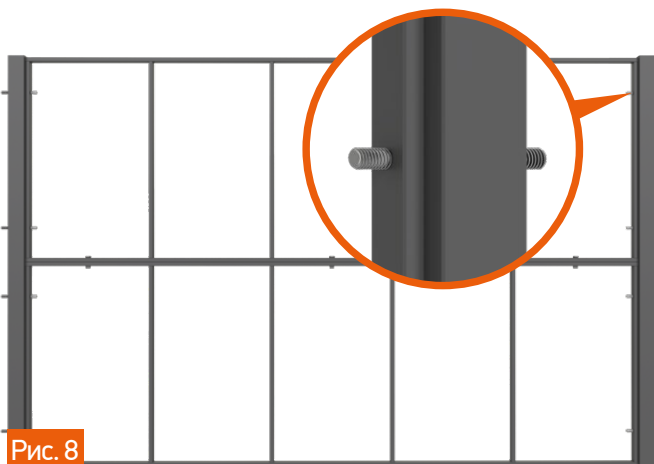

Рис. 8
3. Установите крепёжные шпильки в отверстия (4 шпильки на один столб). Шпилька должна выступать из отверстия в секции на 20 мм. Рис. 8.